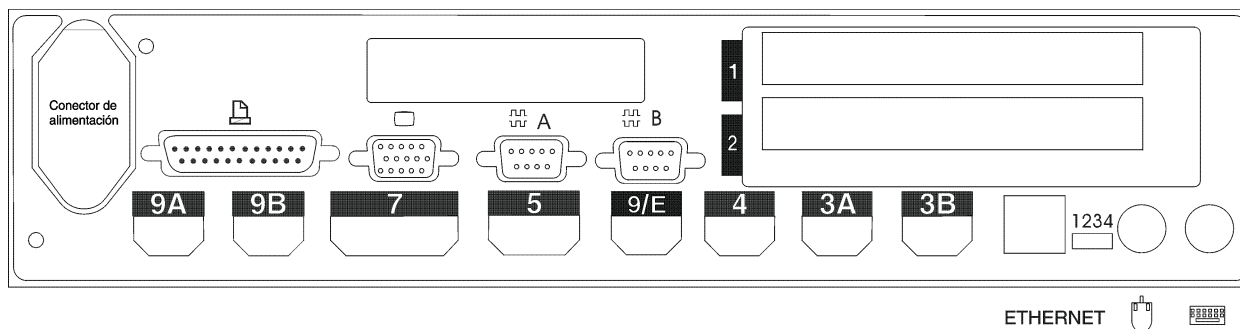

Figura 96. Parte posterior del Terminal de Punto de Venta IBM 4694-2x4 o 4694-2x5
10. En la Figura 96 marque con una X los zócalos a los que se conectan los dispositivos POS.